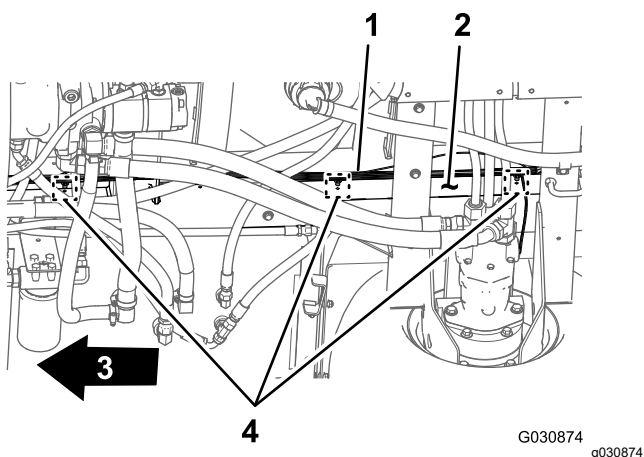

Figura 85
3. Enrute la rama de 165 cm (65") y la rama de 203 cm (80") del arnés eléctrico hacia adelante por el tubo derecho del bastidor (Figura 85).
4. Introduzca las grapas de la rama de 203 cm (80") del arnés de cables trasero en los orificios del tubo derecho del bastidor (Figura 85) de donde se retiraron las grapas del arnés trasero antiguo; consulte el paso 3 de Desconexión de los arneses de cables delantero y trasero (página 15).